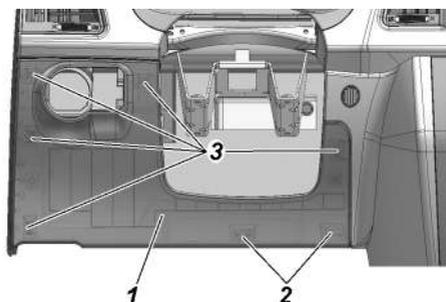

Рис. 9.31. Установка крышки блока реле и предохранителей :
- вывести из зацепления две защелки 2 (рис. 9.31) с оборотной стороны крышки блока, расположенные в нижней ее части;